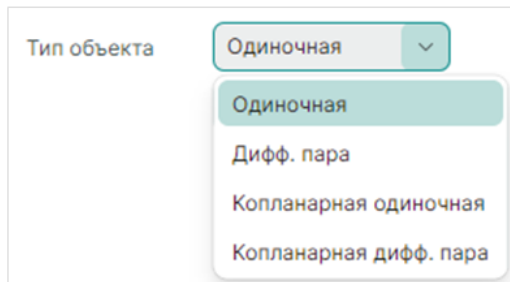

Рис. 46 Выбор типа объекта
3. Выбор типа линии передачи (полный список моделей представлен в разделе Модели ЛП), см. Рис. 46: